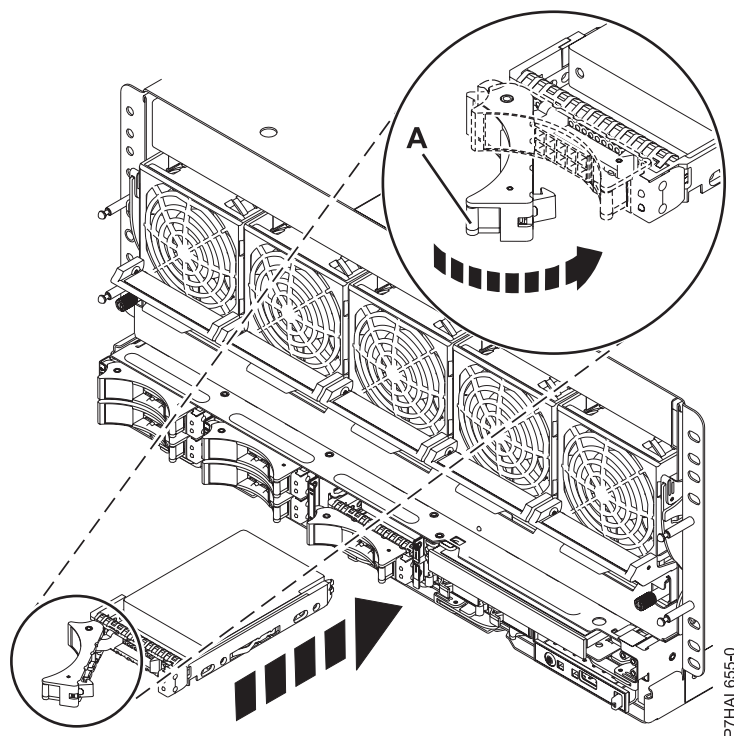

Figura 12. Instal•lació de la unitat de disc al sistema
8. Quan el LED d'identificació es torni sòlid, moveu la unitat fins al fons del sistema o de la unitat d'expansió i empenyeu la nansa de la unitat (A) fins que quedi encaixada, tal com es mostra a Figura 12.